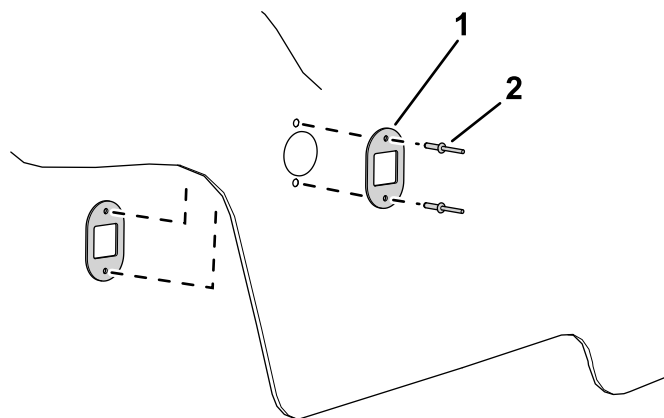

Bild 4
5. Verwenden Sie zwei Niete (½"), um die Riegel an der Motorhaube zu befestigen (**Bild 4**).